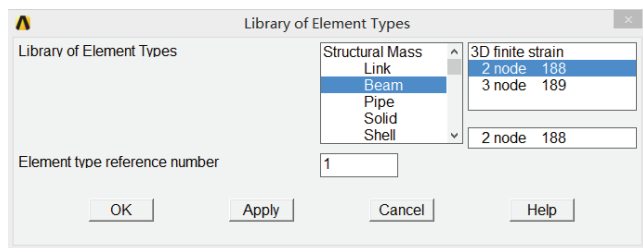

图 3-53 单元类型列表对话框
2) 在 Library of Element Types 列表框中选择 Structural Beam 2 node 188, 在 Element type reference number 输入栏中输入 1, 如图 3-53 所示, 单击 OK 按钮关闭该对话框。